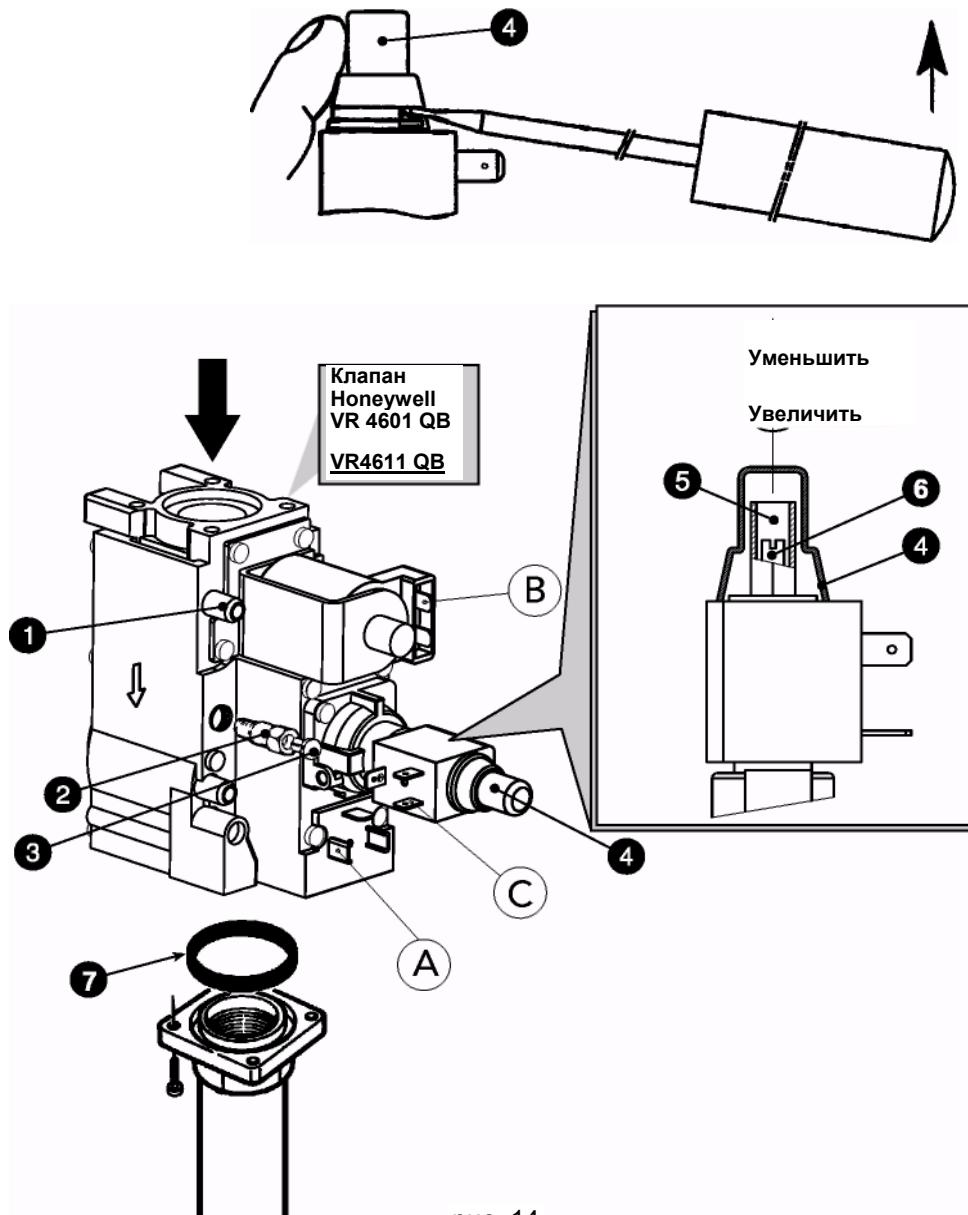

рис. 14
Операции по регулировке давления проводятся на работающем котле при помощи регулятора давления, установленном на 2-этапных клапанах газа (смотри рис. 14).
- 3 Снимите защитную крышку с регулятора давления 4 на рис. 14.
- 1 Медленно поверните по часовой стрелке рукоятку терmostата регулировки до 1-го щелчка; газ будет подаваться через клапан только на соединения А и В (смотри рис. 14).
- 2 Поверните винт 6 на рис. 14 и убедитесь, что давление соответствует значениям в таблице технических данных в параграфе 4.3.
- 1 Установите рукоятку терmostата регулировки на максимальное значение; газ будет подаваться через клапан на соединения А, В и С (смотри рис. 14).
- 2 Поверните винт 5 на рис. 14 и убедитесь, что давление соответствует значениям в таблице технических данных в параграфе 4.3.
- 2 Снимите с газового клапана маленькую пробку 3 (рис. 14), привинтите к клапану ступенчатый регулятор зажигания 2, входящий в набор переработки, затем снова установите на регулятор пробку 3.
Проведите те же операции, не забыв снять ступенчатый регулятор зажигания 2 на рис. 14 с газового клапана; пробка 3 на рис. 14 должна устанавливаться прямо на клапан.
- Отвинтить два винта, которыми соединения крепятся к газовым клапанам (смотри рис. 14) и вынуть соединения из клапанов.